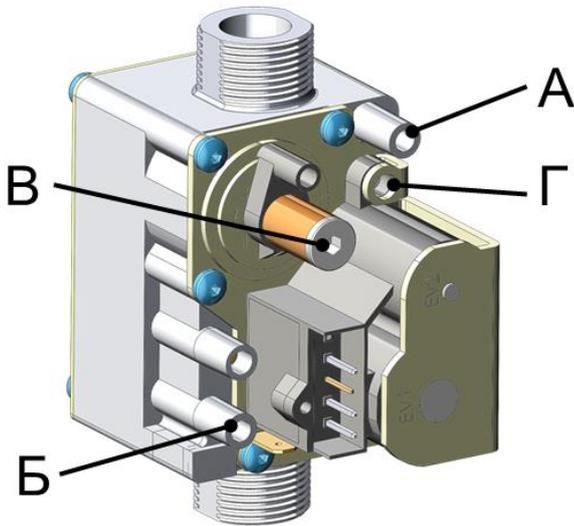

Рис. 9 Регулятор подачи газа
- При необходимости скорректировать содержание CO2 с помощью винта расхода газа «Г» (см. рис.9) согласно таблице ниже.